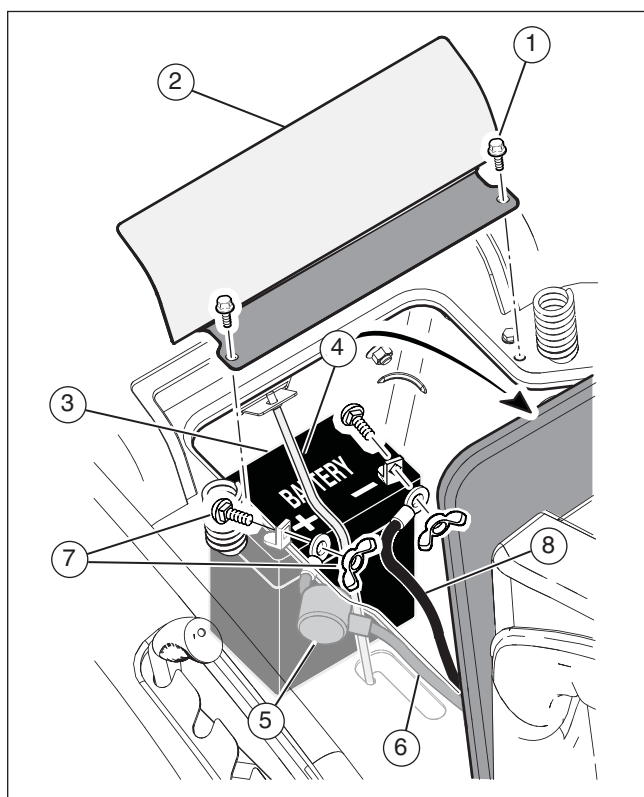

Figura 6
2. Retire dos tornillos (1) y la cubierta de la batería (2) (consulte la **Figura 6**).
3. Revise el lado de la batería (3) para conocer la ubicación de su fecha.
1. Para desconectar el retenedor de la batería (4), presione el extremo inferior del retenedor de la batería (consulte la **Figura 6**).
2. Retire la batería (3) de la apertura entre el motor y el soporte del asiento.
1. Retire las tapas protectoras de los terminales de la batería (consulte la **Figura 6**).
2. Deslice la funda del terminal (5) en el cable rojo (6).
3. Conecte el cable rojo al terminal positivo (+) con los sujetadores (7).
4. Conecte el cable negro al terminal negativo (-) con los sujetadores (7).
5. Instale la cubierta de la batería (2) con los dos tornillos (1).